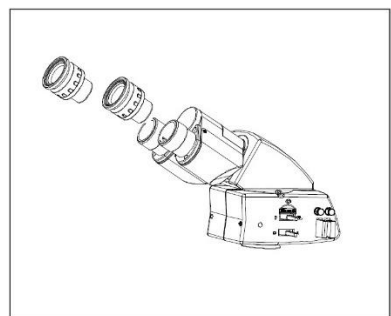

Fig. 17
2. Insertar los oculares en la carátula del ocular para utilizarlos (Fig. 17).